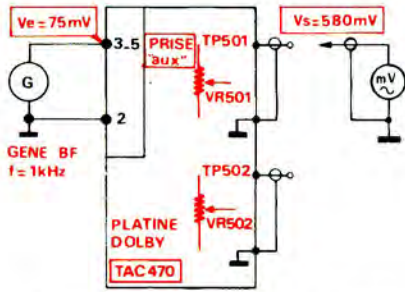

Fig. 29
5. REGLAGE DE LA SENSIBILITE EN ENREGISTREMENT (Fig. 29)